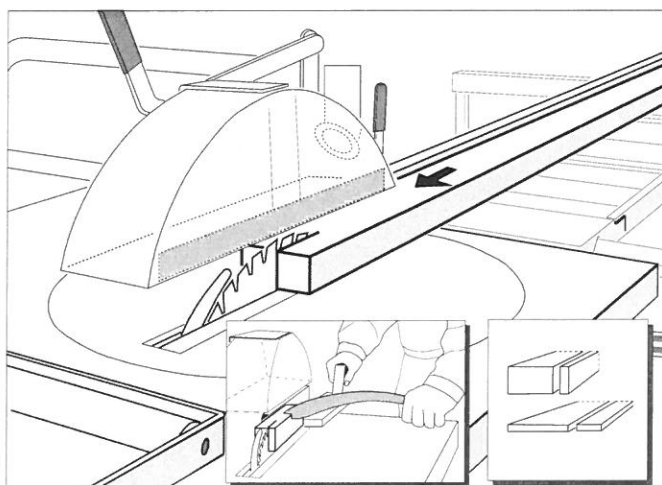

Fig. 9
- Før arbeidsstykket fremover langs anholdet. Bruk påskyver når det gjenstår å klyve **120 mm** og når avstanden mellom sagblad og anhold er mindre enn **120 mm**. Se fig. 9.